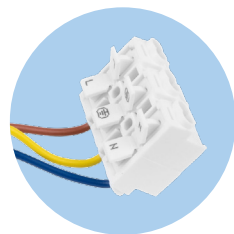

Рис. 7. З'єднувальний блок циркуляційного насоса
- Підключіть циркуляційний насос до контролера за допомогою фабричного електричного блоку (Рис. 7).